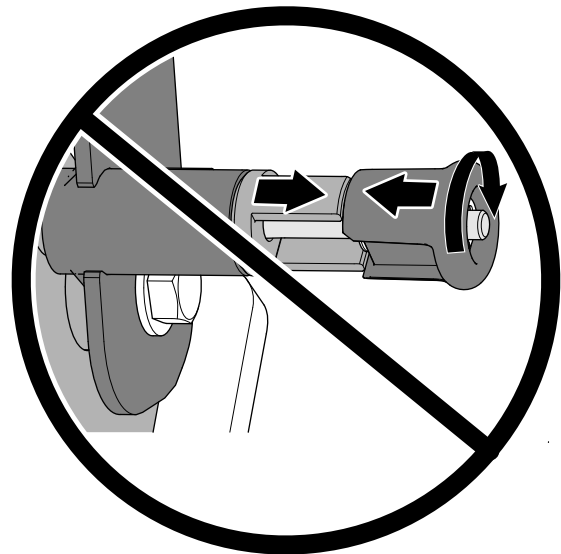

Figura 75
**Importante:** Non ruotate la manopola in modo che il perno di fissaggio non possa ritrarsi (Figura 75).